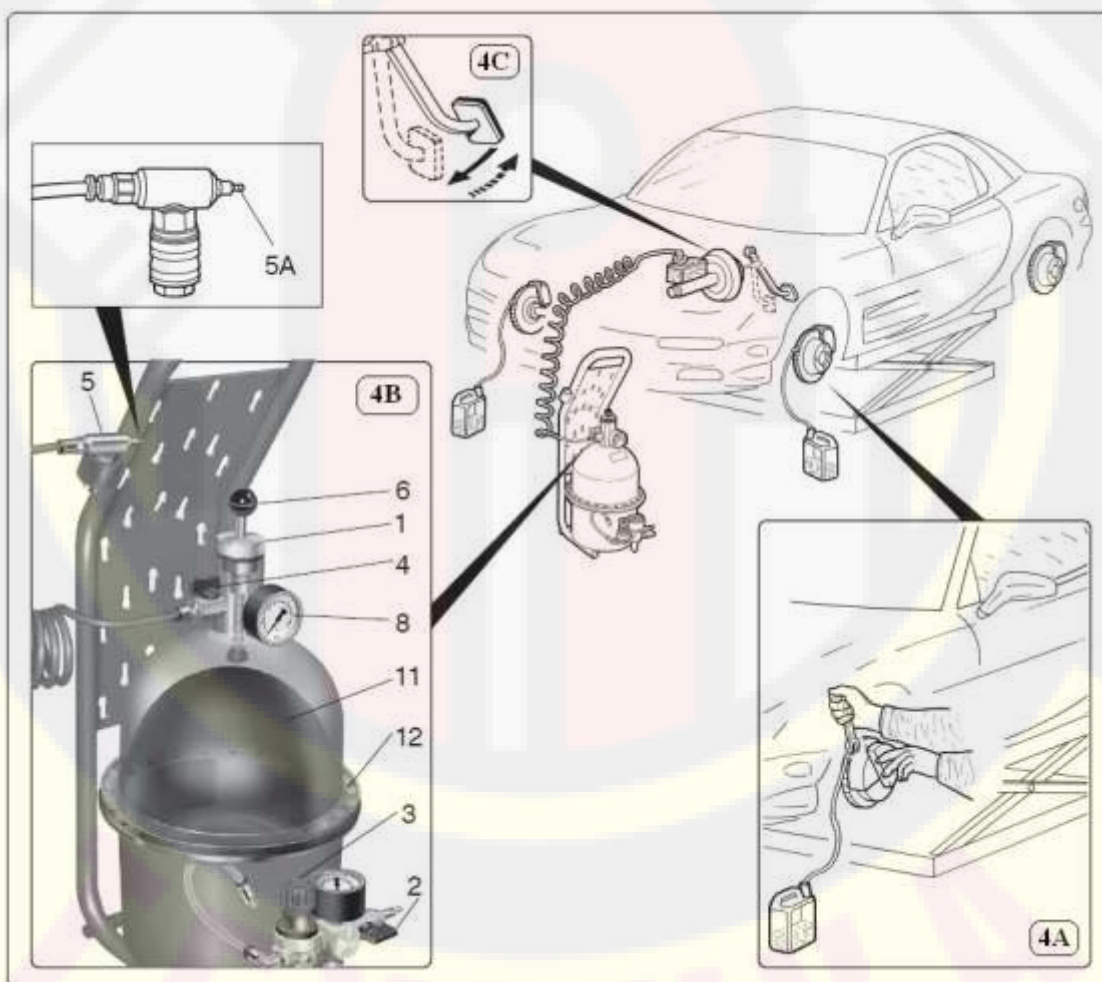

Рисунок 4.
### 5. Прокчайте систему (Рис.4).
- Откройте передвижной колесный продувочный вентиль (Рис.4А).
- Быстро покачайте тормозную педаль, два или три раза, удаляя остатки воздуха (Рис.4С).
- Закройте переходник колесного клапана (рис.4).
- Закройте кран (4).
### 6. Окончание работы (Рис.4).
- Как только работа будет закончена, следует провести дренаж всей системы полностью, открыв кран (2) (Рис.4В) и (1).
- Затем поверните редуктор (3) против часовой стрелки.
- Прежде чем отвинтить заправочный стакан (1) и нажимая на предохранительный клапан (5А), убедитесь, что снабжающий резервуар не находится под давлением.
- Черная ручка (6) на стакане (1) поднимается («подскакивает»), когда заканчивается тормозная жидкость.